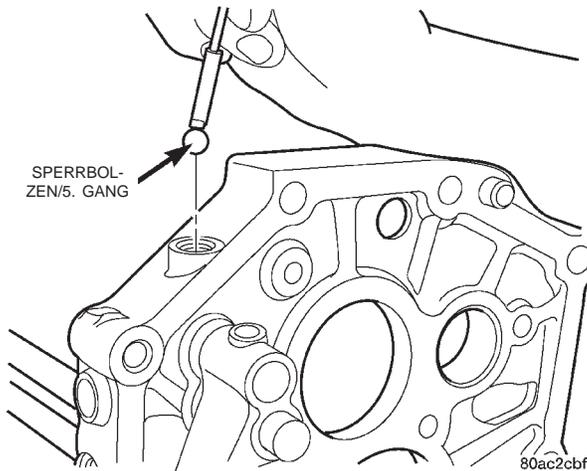

Abb. 83 Sperrbolzen/5. Gang einbauen
(12) Sperrkugel und Sperrbolzen für den fünften Gang einsetzen (Abb. 83).